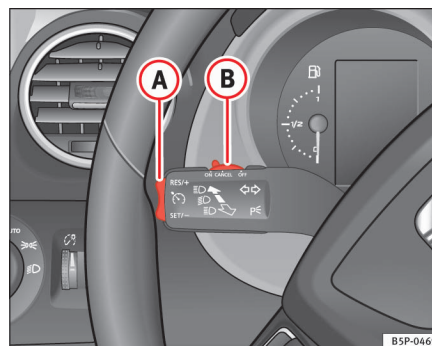

Fig. 153 Blink- og fjernlysarm: kontakt og vippeknap til fartpilot
- Tryk på den øverste del af vippeknapen **RES/+** → fig. 153 **(A)** for at øge hastigheden. Når du holder vippeknapen inde, accelererer bilen. Når du slipper vippeknapen, bliver den nye hastighed gemt.
Hvis du reducerer hastigheden ved at træde på bremsepedalen, bliver fartpiloten afbrudt, så den gemte hastighed ikke holdes. Ved at trykke en enkelt gang på den øverste del af vippeknappen **RES/+** ⇒ side 185, fig. 153 **A** kan du aktivere fartpiloten igen med den gemte hastighed.